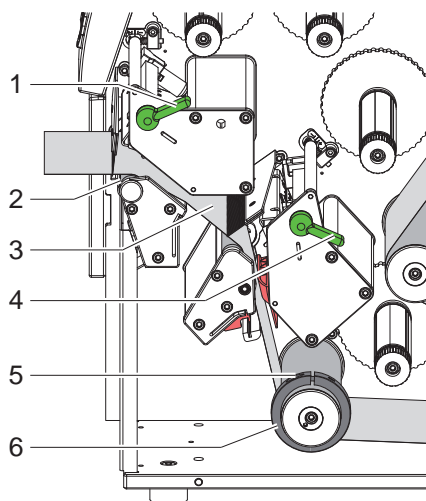

Figura 9 Introducir etiquetas
3. Suelte el tornillo sin cabeza (5) y deslice cuanto sea posible hacia afuera la arandela de guía (6).
4. Pasar las etiquetas hasta el rodillo impresor superior (2) a través de las dos unidades de impresión como se muestra en la figura 9.
5. Deslice la arandela de guía (6) contra la tira de etiquetas (3) y apriete el tornillo sin cabeza (5).